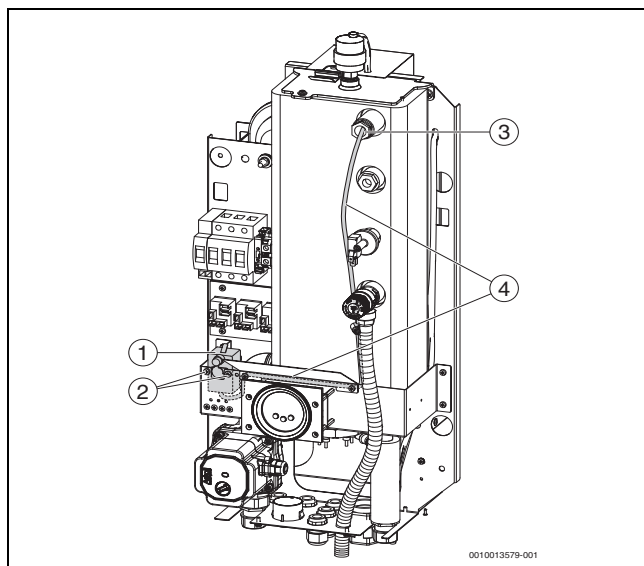

Bild 4 Platzieren des Sicherheitstemperaturbegrenzers und des Kapillarfühlers
- ▶ Arretierungsfeder aus der Tauchhülse herausnehmen, Kapillarfühler des Thermostats herausziehen, die Kapillare aus dem Bündel lösen, den ursprünglichen STB abschrauben und herausnehmen. (→ Abb. 4, [3, 4])